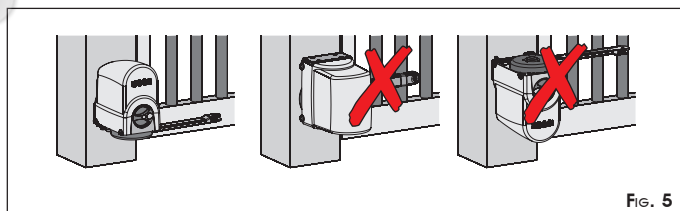

Fig. 5
- L'opérateur a été conçu et réalisé pour être fixé verticalement (Fig.5). Il est impossible d'installer l'opérateur dans d'autres positions.